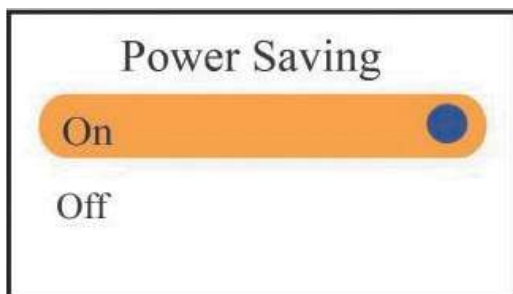

Abbildung 4.10G Einstellung
- » Energiesparmodus: Zum Ein- und Ausschalten des Energiesparmodus, ist die Werkseinstellung „Ein“, wie in Abbildung 4.10G dargestellt.